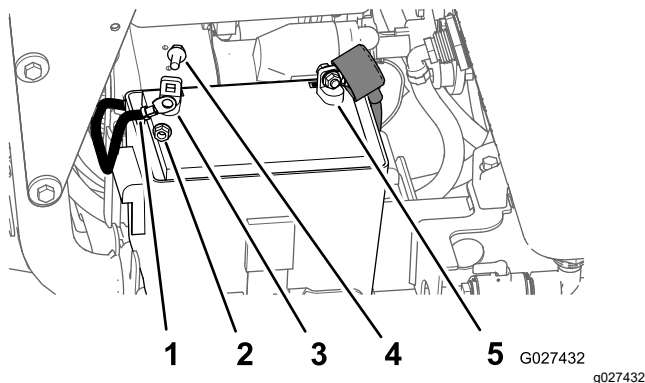

Figura 82
3. Retire el perno de cabeza hexagonal con arandela prensada y la tuerca con arandela prensada del cable negativo (-) de la batería y del borne negativo de la batería, y retire el cable de la batería (Figura 82).
4. Retire la cubierta roja del borne positivo de la batería (Figura 82).
5. Retire el perno de cabeza hexagonal con arandela prensada y la tuerca con arandela prensada del cable positivo (rojo) de la batería y del borne positivo (+) de la batería, y retire el cable de la batería (Figura 82).
3. Conecte primero el cable positivo (rojo) al borne positivo (+) de la batería con una tuerca y un perno con arandela prensada (Figura 82).
5. Conecte el cable negativo de la batería al borne negativo (–) de la batería con un perno con arandela prensada y una tuerca con arandela prensada (Figura 82).